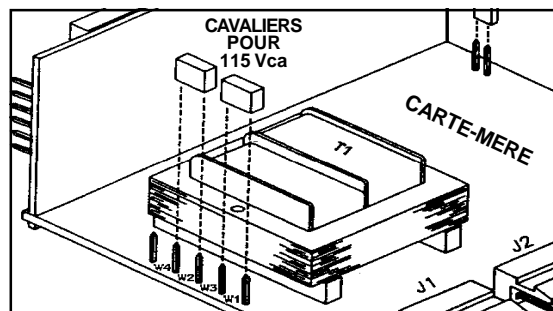

Figure A-1 : Position des cavaliers pour une alimentation 115 Vca
3. Si votre alimentation réseau est 115 Vca, installez les cavaliers W1 et W2. Si votre alimentation réseau est 230 Vca, installez les cavaliers W4 et W3 (voir Figures A-1 et A-2).